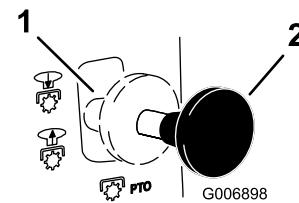

Figura 7
2. Ponga el control de las cuchillas (PTO) en Engranado (Figura 7).
2. Ponga el control de las cuchillas (PTO) en Desengranado (Figura 7).
3. Ponga el control de las cuchillas (PTO) en Desengranado (Figura 7).